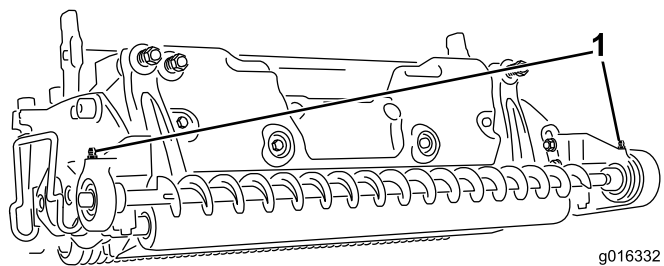

Figura 23
15. Lubrique los engrasadores del alojamiento del cojinete con grasa de litio N° 2; ver Figura 23.